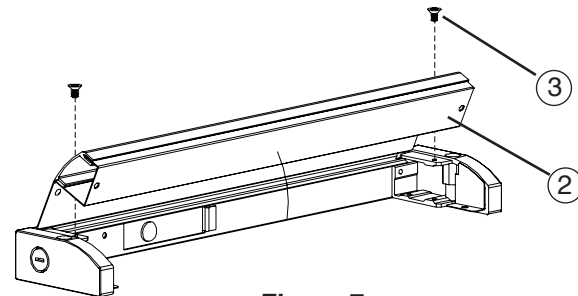

Figure 7
2. Hold fixture body and lift front edge of diffuser and wireway cover, rotate upward.- See Fig 7
2. Sostenga el cuerpo del montaje y levante el extremo delantero del difusor y la cubierta del cableado. Gire hacia arriba. Ver Fig 7.